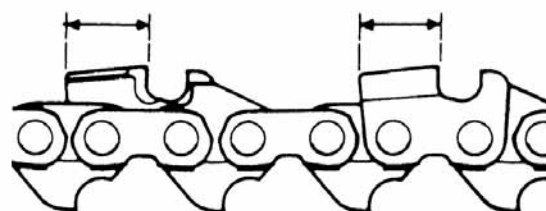

Fig. 4-6
- 5) Håll samma längd för samtliga skärtänder. (Fig. 4-6)